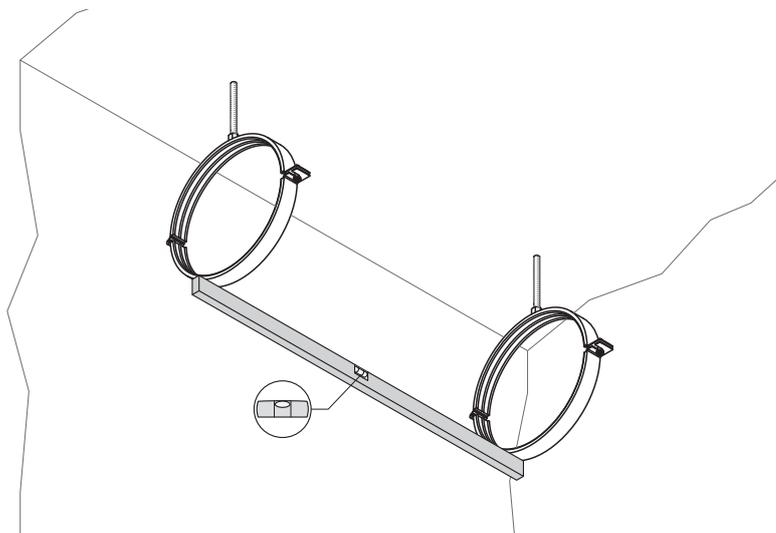

Fig. 11: Fixer et aligner les colliers de serrage $\varnothing 200$ mm
2. Fixez les colliers de serrage $\varnothing 200$ mm aux tiges filetées et alignez-les horizontalement à l'aide d'un niveau à bulle (voir Fig. 11).